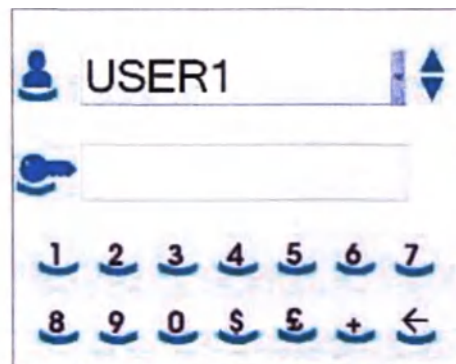

Рис. 85
- **Кнопка серого цвета и передний план синего цвета, неактивированная функция:** отображается непосредственно экран входа в систему (Рис. 85).